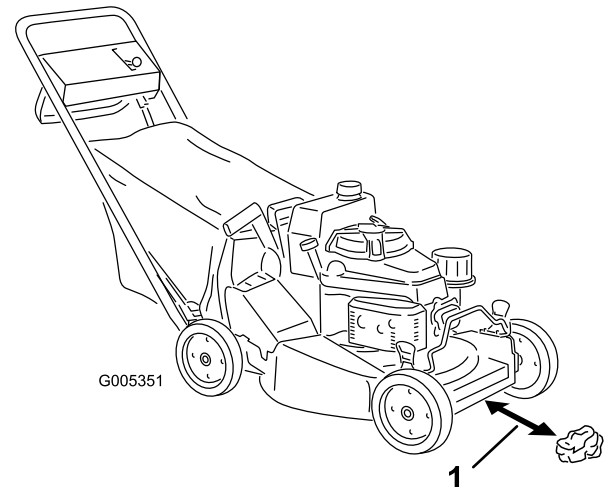
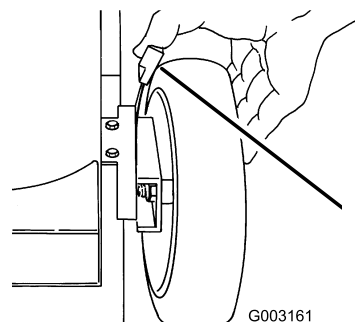

Figura 16
Figura 21
3. Ajuste las cuatro ruedas a la altura de corte de 64 mm (2-1/2 pulg.) (Figura 21).
4. Mueva el control de velocidad sobre el terreno a la posición de Punto muerto (N).
5. Tome media página de periódico y haga una bola con ella que sea lo suficientemente pequeña como para pasar por debajo de la plataforma (unas 76 mm o 3 pulg. de diámetro), según muestra Figura 16.
6. Coloque la bola de papel de periódico a unas 13 cm (5 pulg.) por delante del cortacésped (Figura 16).
- A. Coloque la bola de papel de periódico a unas 13 cm (5 pulg.) por delante del cortacésped (Figura 16).
1. Tire de la palanca de ajuste de la altura de la rueda hacia la rueda (Figura 21) y muévela a la posición deseada.